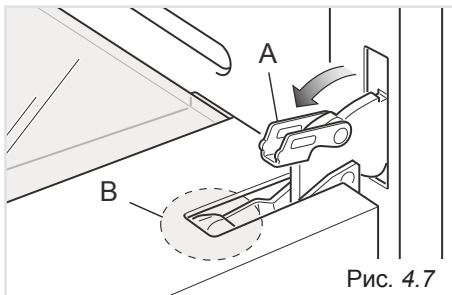
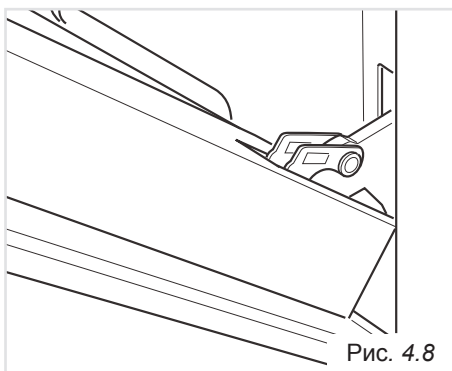
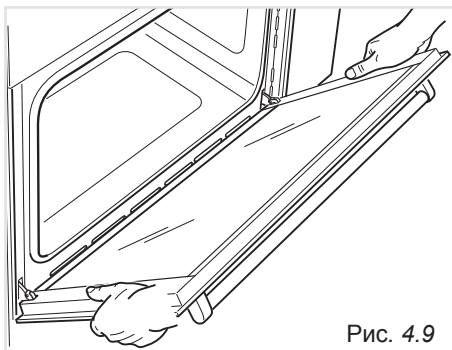

Рис. 4.7
Рис. 4.8
Рис. 4.9
- Полностью откройте рычаг «А» на правом и левом шарнирах (Рис. 4.7).
- Возьмитесь за дверцу, как показано на Рис. 4.9.
- Немного закройте дверцу (Рис. 4.9), так чтобы рычаги «А» правого и левого шарниров зацепились за часть «В» дверцы (Рис. 4.7).
- Полностью разомкните рычаг «А» (Рис. 4.7) на правом и левом шарнирах.
- Немного закройте дверцу (Рис. 4.8), так чтобы рычаги «А» правого и левого шарниров зацепились за часть «В» дверцы (Рис. 4.7).
1. Убедитесь, что дверца открыта (Рис. 4.8).